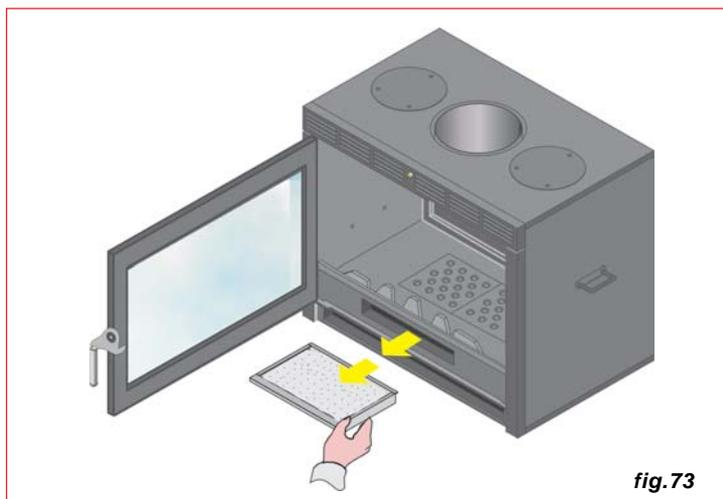

fig.73
- Rimuovere il cassetto portacenere (fig.73).